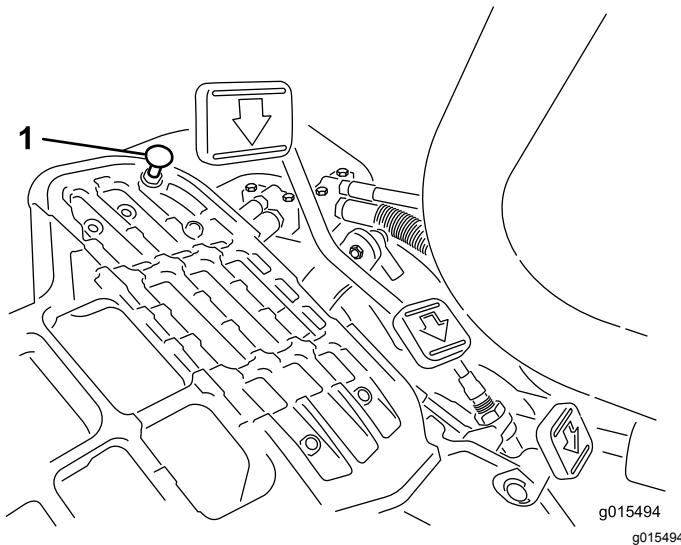

Bild 47
Stellen Sie den Funktionsschalthebel in die TRANSPORT-Stellung und treten Sie auf das Fahrpedal, um die maximale Transportgeschwindigkeit zu erreichen. Wenn das Pedal den Anschlag erreicht (Bild 47), bevor das Kabel gespannt ist, führen Sie folgende Einstellungsschritte aus:
1. Stellen Sie den Funktionsschalthebel in die TRANSPORT-Stellung lösen Sie die Sicherungsmutter, mit der der Pedalanschlag an der Bodenplatte befestigt ist (Bild 47).